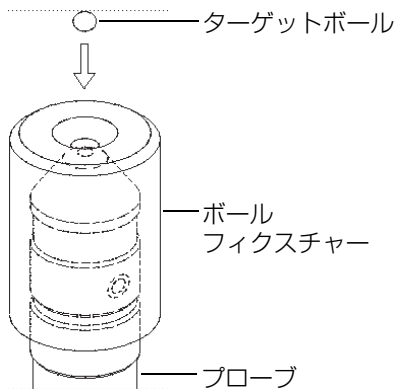

図 4-6 フィクスチャーに設置したターゲットボールとプローブの位置合わせ
3. **ボールオン**：測定に使用するターゲットボールを選択し、ボールサイズに適したボールフィクスチャーに設置します。ボールフィクスチャーは、ターゲットボールをプローブの先端の中央に揃えるためのものです。まず、フィクスチャーの上部にボールを置き、次に、プローブの先端の上にフィクスチャーを置いて、86ページ図 4-6 にあるようにフィクスチャーの動きが止まるまでスライドしてください。